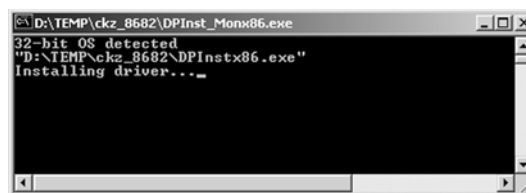

Fig. 1 Installation af virtuel COM-port
2. Kør filen setup.exe i cd-rom'ens rodmenu. I løbet af kort tid fremkommer der et vindue med kommandolinjer som viser at driveren er ved at blive installeret. Se fig. 1.